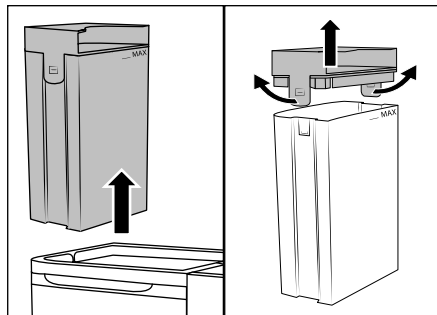

Afb. 4
- ◆ Trek de slanghouder 15 uit het apparaat. Leg de sproei-/zuigslang 19 om het apparaat en gebruik daarbij de slanghouders 15/16 (zie afb. 4).